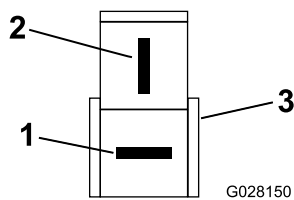

Figura 9
3. Conecte el conector de 2 vías a los terminales del cable de la placa de matrícula (Figura 9).